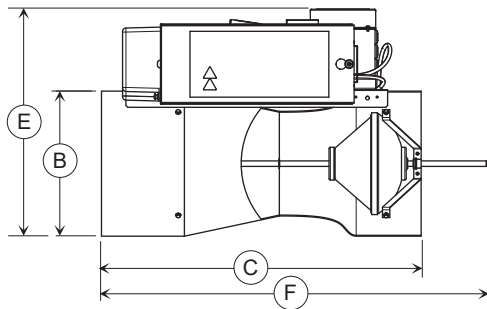

図3 外形寸法図 単体バルブ (mm)
*3 単体バルブの寸法Gは、『図3 外形寸法 単体バルブ (mm)』でのコントローラボックスからバルブボディ端までの奥行き寸法を示します。